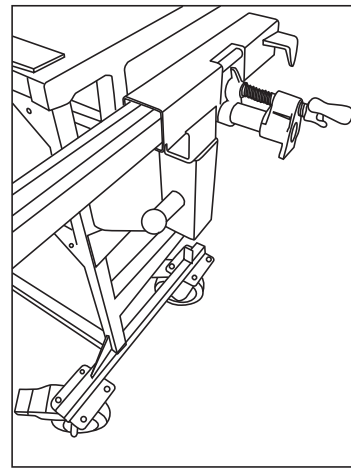

Fig. 2
2. Pour utiliser l'étau (9) afin de couper un montant. Placer un montant de 7/8 po ou de 1 5/8 po dans le support de montant. Placer le montant à la position de coupe désirée. Serrer l'étau rapide (9) en tournant la manivelle jusqu'à ce qu'il soit serré. Le montant peut maintenant être coupé en toute sécurité (Fig. 2).